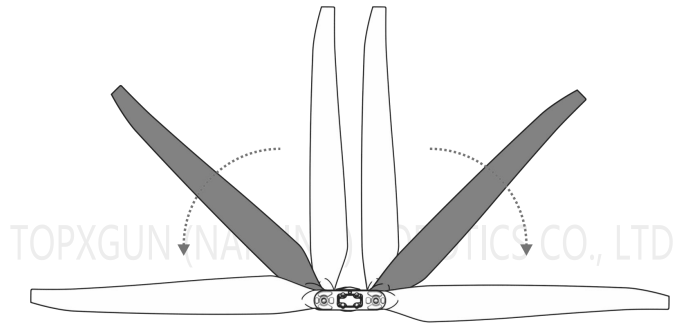

Figura 1-35 Desplegar las Hélices
Paso 5: Despliegue las hélices a 180°, como se muestra en la figura 1-35.